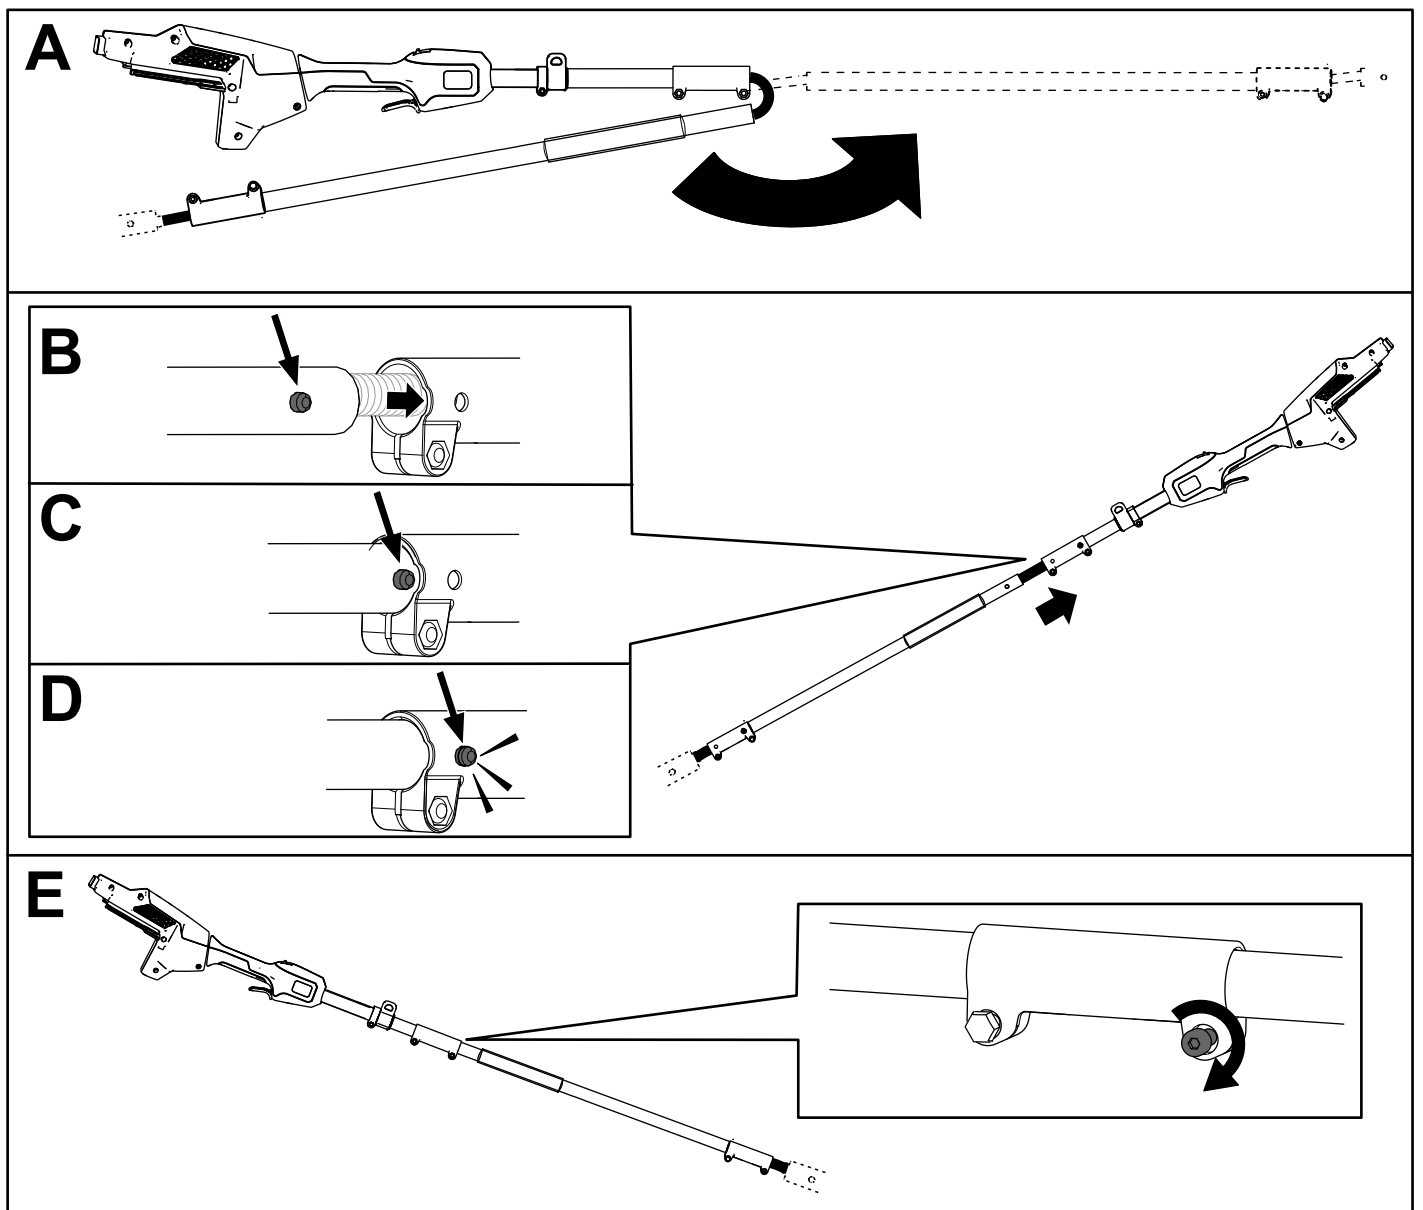

Figure 5
2. Alignez le bouton de verrouillage de la section centrale de la perche sur le trou à l'extrémité de la section côté poignée, et emboîtez les 2 sections ensemble (Figure 5).
3. Utilisez la clé fournie pour fixer les 2 sections de la perche ensemble (E de Figure 5).
4. Répétez cette procédure pour relier la section côté élagueuse à la section centrale de la perche (Figure 5).